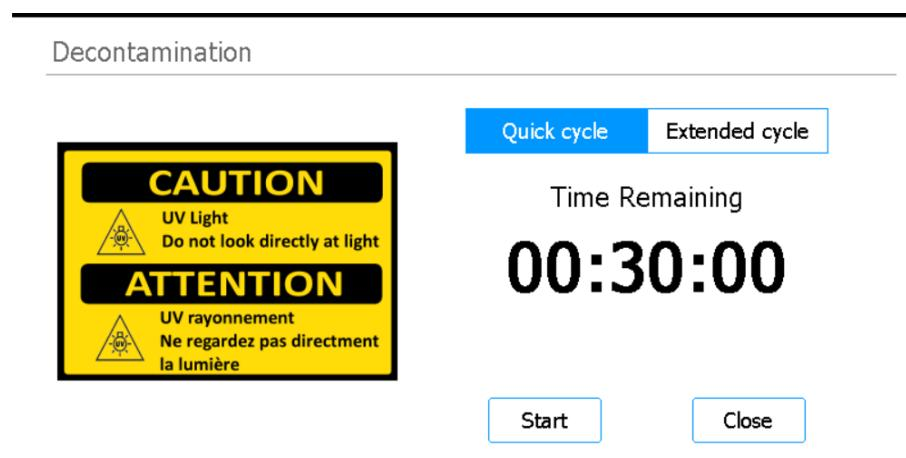

Figura 21 Pantalla Decontamination con Quick cycle seleccionado
- 3 En la parte superior de la pantalla, seleccione **Quick cycle**, como se muestra en la **Figura 21**.